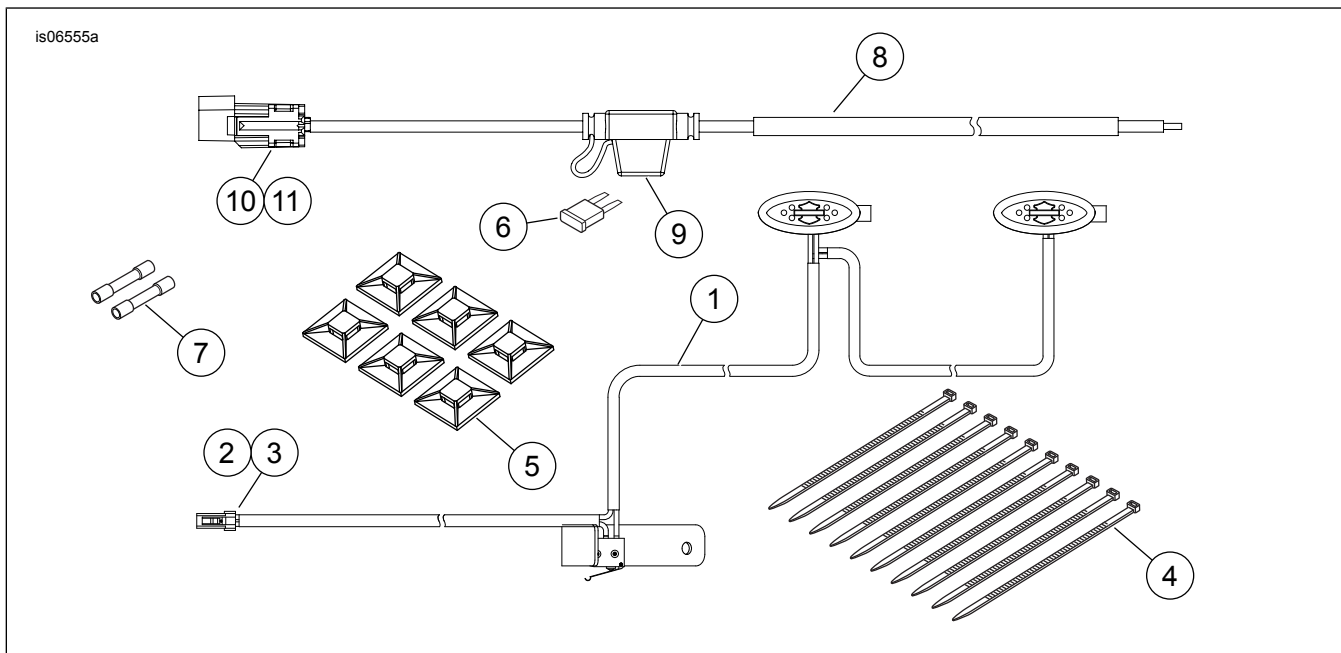

Figura 7. Parti di ricambio, kit luce interna vano portaoggetti modelli Trike
Vedere Figura 7 e Tabella 1.
8. Vedere Figura 7. Installare eventualmente un fermafilo (5) sotto il cablaggio della luce del vano portaoggetti all'interno di questo. Fissare il cablaggio al fermafilo con una fascetta fermacavi (4). Ripetere eventualmente questo passaggio finché il cablaggio non sia fissato.
- c. Vedere il manuale di manutenzione per rimuovere dal cablaggio della luce del vano portaoggetti la parte femmina a 2 vie (Figura 7, Elemento 2).
- i. Vedere il manuale di manutenzione. Usare un connettore a giunto di testa a tenuta (Figura 7, elemento 7) per giuntare il filo nero del cablaggio della targa sul filo nero del cablaggio della luce del vano portaoggetti.
- m. Vedere Figura 7 ed il manuale di manutenzione. Collegare il cablaggio di alimentazione (8) al connettore B+ [160B] nell'area sotto la sella.
- o. Vedere il manuale di manutenzione per rimuovere dal cablaggio della luce del vano portaoggetti il connettore femmina a 2 vie (Figura 7, Elemento 2).
- t. Vedere il manuale di manutenzione. Con un connettore a giunto di testa a tenuta (Figura 7, elemento 7) giuntare il filo rosso del cablaggio della luce del vano portaoggetti sul filo del cablaggio di alimentazione (8). Usare il connettore a giunto di testa a tenuta (7) restante per giuntare il filo nero del cablaggio della targa sul filo nero del cablaggio della luce del vano portaoggetti.
- v. Installare il fusibile da 2 A (6) nel portafusibili in linea del cablaggio di alimentazione.